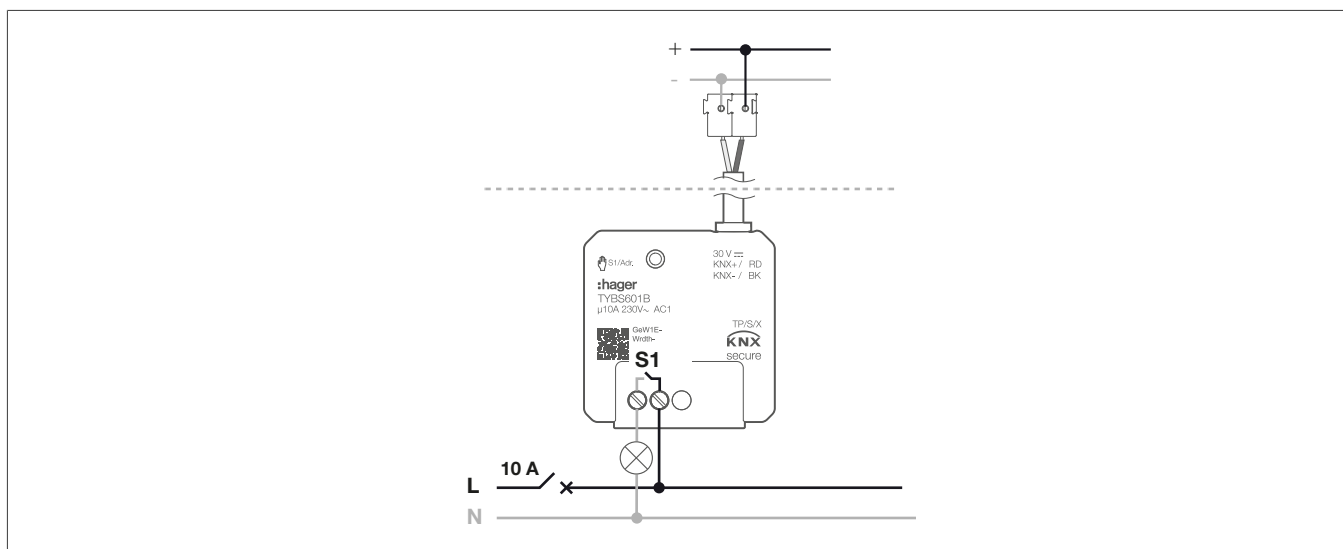

Fig. 3 : Schéma de raccordement TYBS601B
- Raccorder l'appareil conformément au schéma de raccordement (Fig. 3).